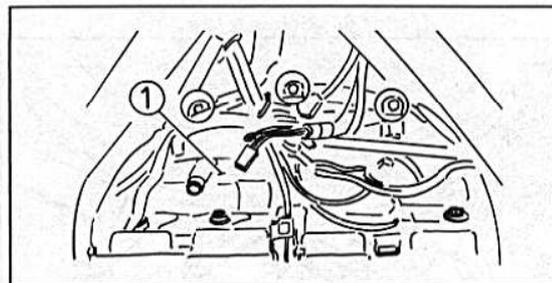

Bild 109
- Das Luftleitblech mit den Zündspulen ausbauen (Bild 109).